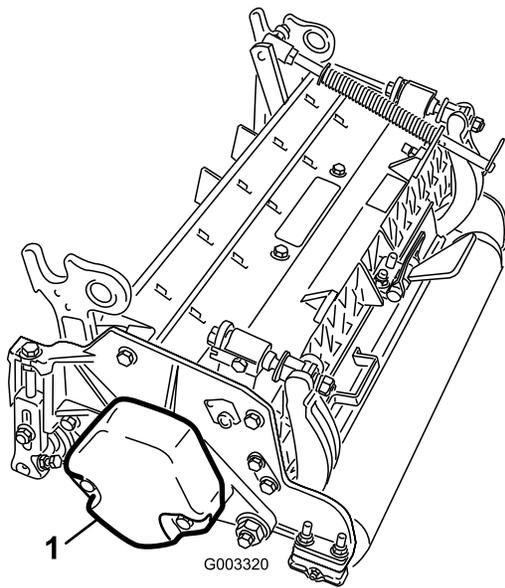

図 5
3. カウンタウエイト 図 5 を、決められた側に取り付けるカッティングユニットのオペレーターズマニュアルを参照。